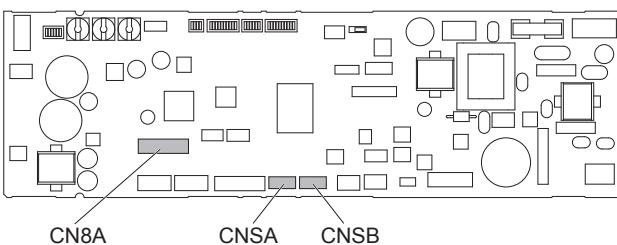

Fig. 5-9
4. Подсоедините дополнительный питающий провод к разъему на монтажной плате. (Fig. 5-9)